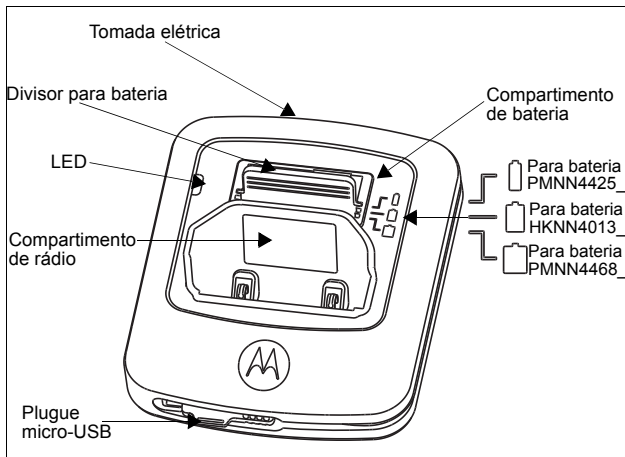

Figura 1: Carregador Tri-Unit
- a. Puxe o divisor para bateria e deslize-o novamente para dentro do slot conforme o tipo de bateria a ser carregada. (Consulte a Figura 1).